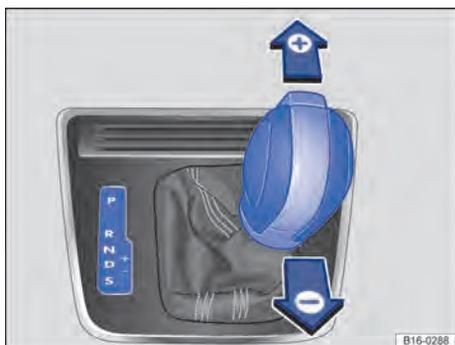

Fig. 150 Alavanca seletora na posição Tiptronic (veículos com direção à esquerda). Veículos com direção à direita são espelhados.
- Mover a alavanca seletora para frente ou para trás para aumentar ou diminuir a marcha **Fig. 150.**